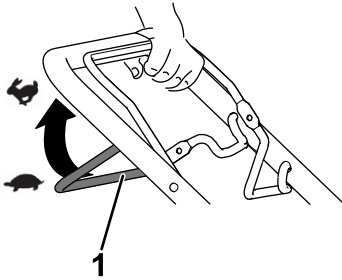

Figura 12
- Para activar la autopropulsión: apriete la barra de autopropulsión contra el manillar y manténgala en esa posición (**Figura 12**).